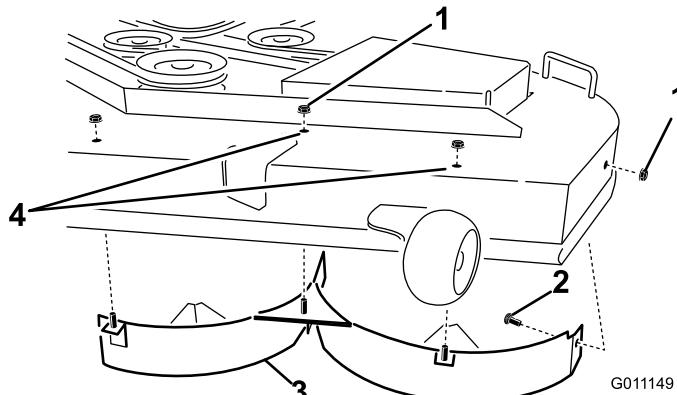

Figura 36
a sinistra del centro ed estrema sinistra sulla parte superiore del piatto di taglio (Figura 36). Rimovete il bullone a testa tonda e il dado di bloccaggio che fissano il deflettore sinistro al lato del piatto di taglio.
7. Staccate il deflettore sinistro dal piatto di taglio come illustrato nella Figura 36.
8. Trovate i due bulloni nelle parti sciolte e utilizzate i dadi di bloccaggio presenti. Montate questi elementi di fissaggio nei fori illustrati nella Figura 36, sul piatto di taglio, per prevenire il rischio di detriti volanti. Montate il bullone inserendolo dalla parte interna del piatto di taglio e fissatelo con un dado di bloccaggio presente montato sulla parte superiore esterna del piatto.